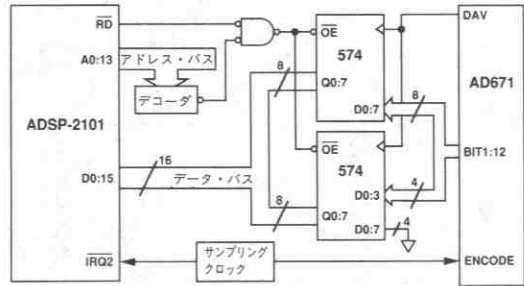

図19. AD671-ADSP-2101/ADSP-2102インタフェース
図19は、サンプリング・クロックでプロセッサの割り込み (IRQ2) を発生していることを除けば2100Aのインタフェースと同様です。割り込みがかかるとADSP-2101Aはアドレス (A) バスにアドレスを出力して、データ・メモリの読出しを開始します。デコードされたアドレスによってラッチのOE信号を発生し、プロセッサはラッチ出力をデータ (D) バスを通して読みます。したがって変換結果はプロセッサ・サイクル以内に読み込まれます。